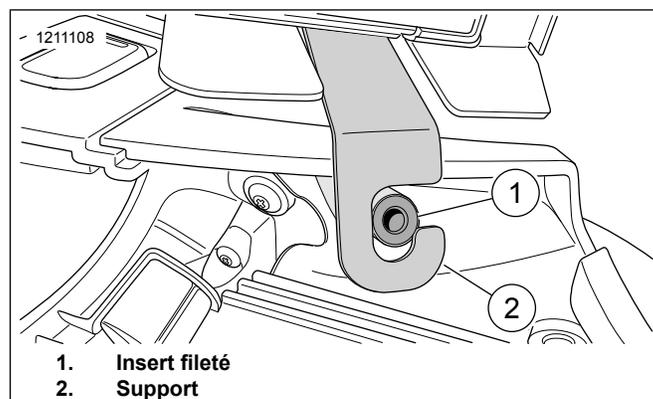

Figure 7. Support et insertion fileté (à gauche illustré, à droite similaire)
9. Voir la Figure 7. Vérifiez que les supports de montage (2) sont entièrement assis autour de l'insert fileté (1).